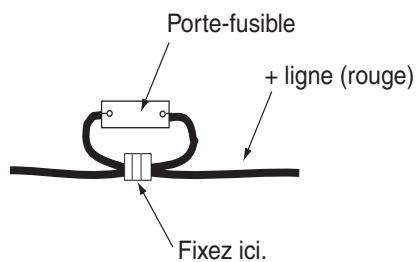

Figure 6-4 Fixation du ressort dans le porte-fusible
**Remarque :** le porte-fusible contient un ressort pour fixer le fusible. Pour éviter le détachement du ressort, susceptible d'entraîner une perte de puissance, serrez la ligne, tel qu'illustré sur la Figure 6-4.